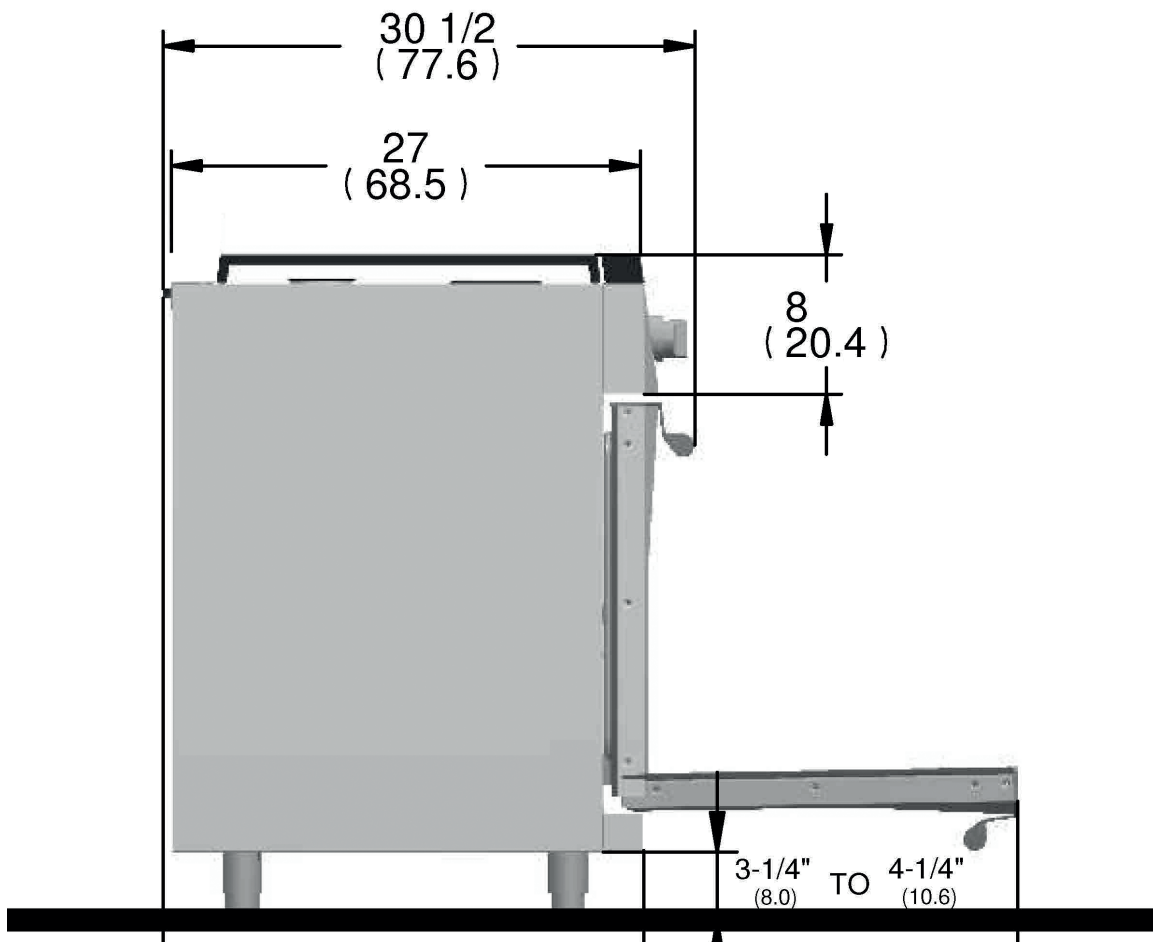

Figura 2
- Al usar la campana de la isla se recomienda una distancia trasera mínima de 12" (305 mm) con respecto a la superficie de combustible (véase la Figura 2 en la página 10, Distancias de los armarios). Las distancias de los materiales no combustibles no forman parte de la competencia de ANSI Z21.1. Las distancias inferiores a 12" (305 mm) deben ser aprobadas por las normativas locales y/o por la autoridad local competente.